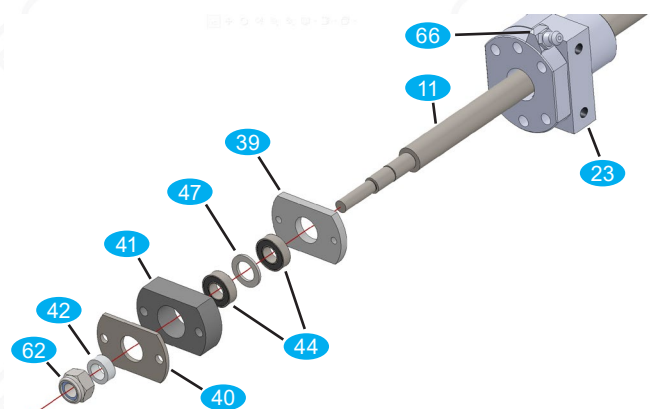

Bild 8: Montage der Festlager auf den Y-Spindeln
- Montieren Sie nun die Teile der Festlager in der aus Bild 8 ersichtlichen Reihenfolge. Benutzen Sie zum Aufschieben der Kugellager **44** auf die Passung der Spindel die Montagehilfe **MH** und einen Kunststoffhammer. Achtung: Kugellager nur am Innenring aufdrücken!